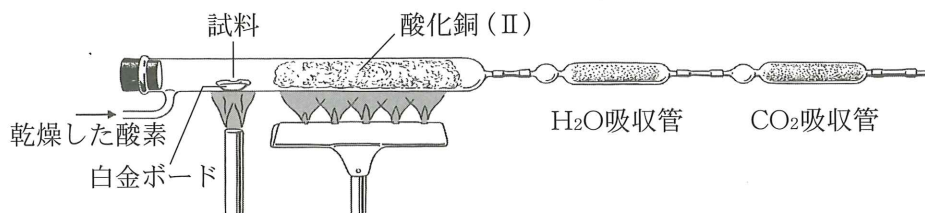

図4 元素分析実験装置図
〔6〕 図4のような実験器具を用いて元素分析を行った。H₂O吸収管には水は吸収するが二酸化炭素を吸収しない ①〔ア. 塩化カルシウム イ. ソーダ石灰 ウ. 炭酸ソーダ〕を充填してある。